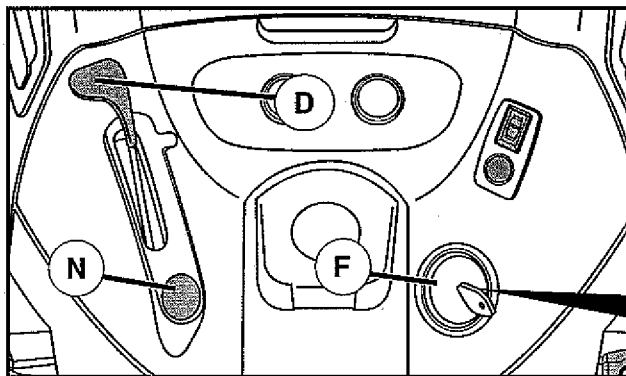

Fig. 19
- Mover la palanca de mando entre la posición (D) de velocidad media y máxima (rápida).
- Gire la llave de ignición (F) a la posición de apagado "STOP" y remueva la llave al abandonar el tractor para evitar el uso no autorizado.
### PARA USAR EL CONTROL DE LA ACCELERACIÓN (D) (Vea Fig. 19)
### PARA USAR EL CONTROL DE ESTRANGULACIÓN (N) (Vea Fig. 19)